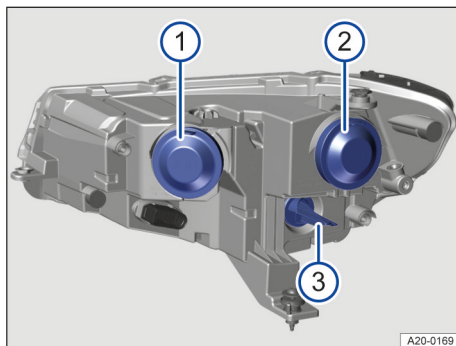

Fig. 171 În compartimentul motor: capacele de pe spatele farului din stânga.
3. Detașați capacul din cauciuc → fig. 171 ① de pe partea din spate a farului.
7. Montați capacul din cauciuc → fig. 171 ① pe spatele farului.
3. Detașați capacul din cauciuc → fig. 171 ② de pe partea din spate a farului.
7. Montați capacul din cauciuc → fig. 171 ② pe spatele farului.